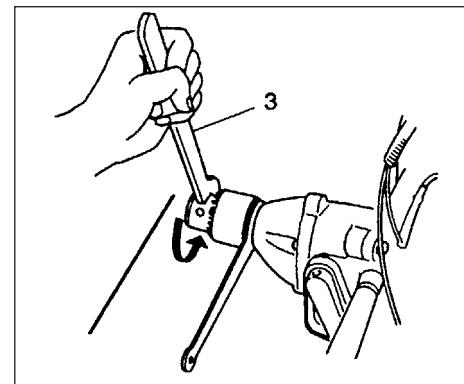

Fig. 2-7
- la utiliser la clé plate de mont de caresse (3) au lieu de la poignée de caresse et resserrer ou untighten manuellement au lieu de frapper. Ne pas frapper la clé plate de mont de caresse. (La fig. 2-7, 7B)